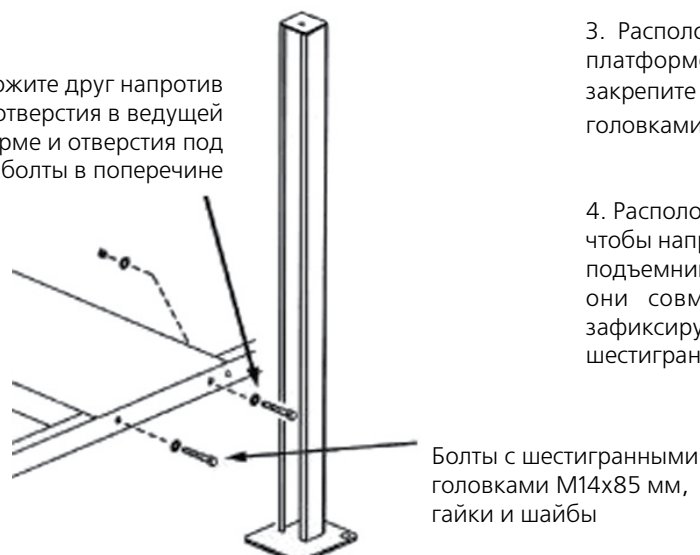

Рис. 9
3. Расположите друг напротив друга отверстия в ведущей платформе и отверстия под болты в поперечине, затем закрепите их с помощью $1/2" \times 4"$ болтов с шестигранными головками, гаек и шайб (см. рис. 9).